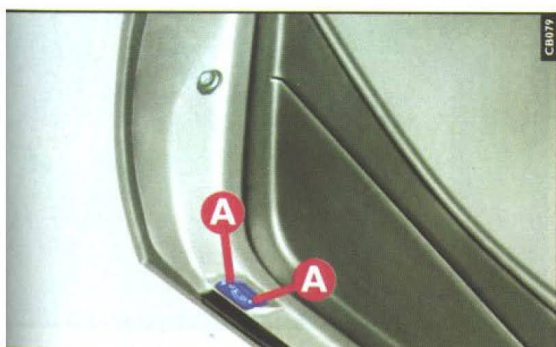

fig. 24
- 1) soltar os parafusos **A-fig.24** de fixação das luzes de cortesia;